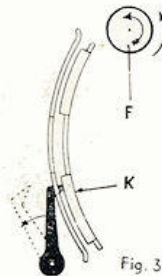

Fig. 3
Après l'axe (G), le film entre dans le couloir dont on écarte le presse-film suivant la figure 3. Glisser le film entre le couloir et le presse-film.
Il faut reculer la griffe en tournant l'axe F d'un demi tour dans le sens de la flèche rouge gravée sur le dessus de l'axe F, la griffe d'entraînement s'efface (fig. 3, tracé en pointillé). Le film s'enfonce bien dans le couloir et prend sa place normale.